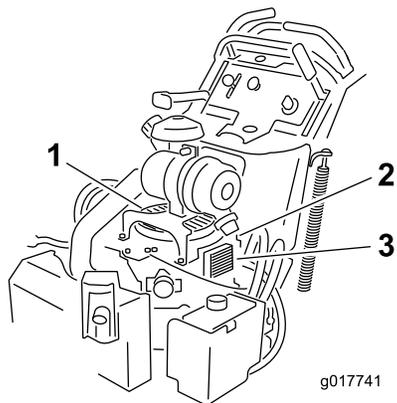

Figure 67
3. Enlevez la grille d'entrée d'air et le boîtier du ventilateur (Figure 67).
5. Reposez la grille d'entrée d'air, le lanceur et le boîtier du ventilateur (Figure 67).
2. Retirez les boulons de fixation du refroidisseur d'huile sur le carter du moteur (Figure 67).